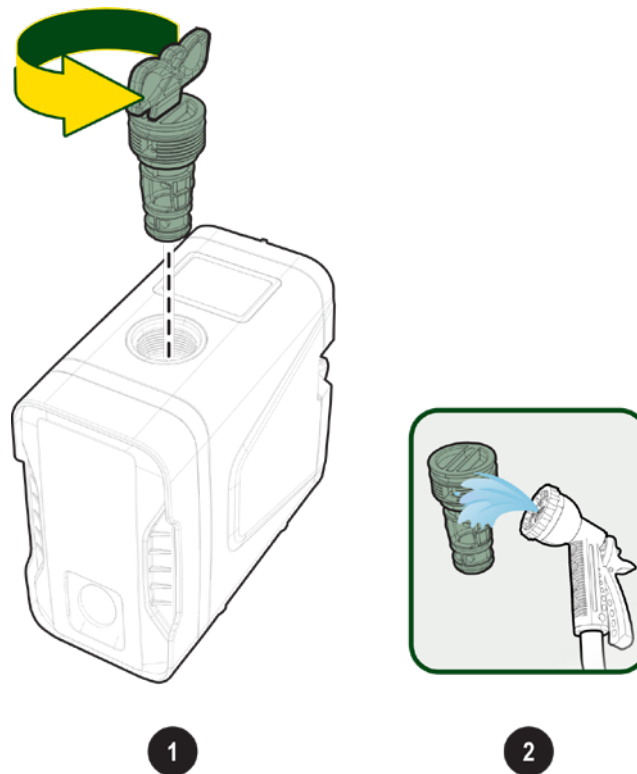

Fig. 22 Reiniging terugslagklep
- verwijder de plug met behulp van de sleutel verwijderen (zie Fig. 22 Reiniging terugslagklep);